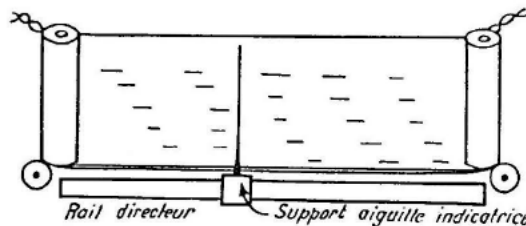

Fig. 7. — Cadran des récepteurs C55, C65, etc.
B) Voici maintenant un truc qui m'a donné de très bons résultats. Enduire le rail directeur d'une pâte composée de glycérine pure et de graphite en poudre très fine. Le graphite se dépose sur le rail et assure un bon contact avec le support d'aiguille sur toute la longueur du cadran. Cette mise à la masse n'est peut-être pas parfaite, mais suffit à supprimer tous les crachements et ceci pour fort longtemps, même lorsque le graphite est sec, la glycérine s'étant évaporée (fig. 7).